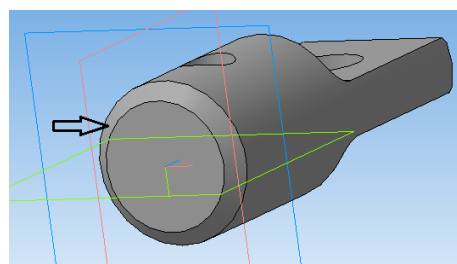

Рисунок 52.
26. Выполните фаску длиной **3мм** и углом **45°** (рисунок 52).